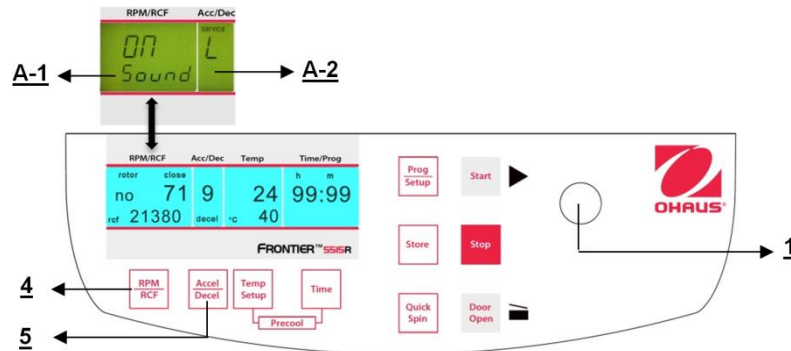

Figure. 32
Sélectionner maintenant la lettre **"L"** avec le bouton de réglage (1). Ceci entraîne l'apparition des mots **"On Sound"** sur l'affichage **"RPM | RCF"** (4). En appuyant maintenant sur la touche **"RPM | RCF"** (4), le mot **"On"** clignote et il devient possible de couper le son avec le bouton de réglage (1) (voir la figure 32).